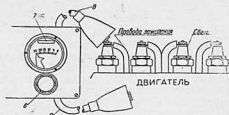

Рис. 2
1. Проверка свечей. Провод 8 с красной пометкой присоединяют к головке свечи (провода от свечей не отсоединяют), а провод 9 — к маселу двигателя (рис. 2). С помощью